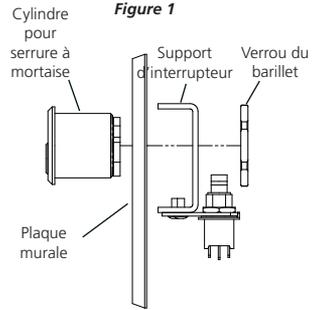

Figure 1
2. Assemblez la portion interrupteur à clé de l'assemblage avec un cylindre pour serrure à mortaise (non inclus) – Figure 1.